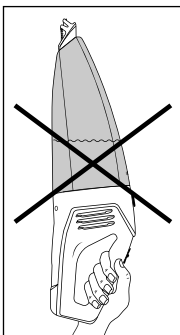

Abb. 4
- Wenn Sie das Gerät waagrecht oder mit der Nasssaugdüse **1** nach oben weisend tragen, kann es passieren, dass Flüssigkeit austritt (siehe Abb. 4 und 5):